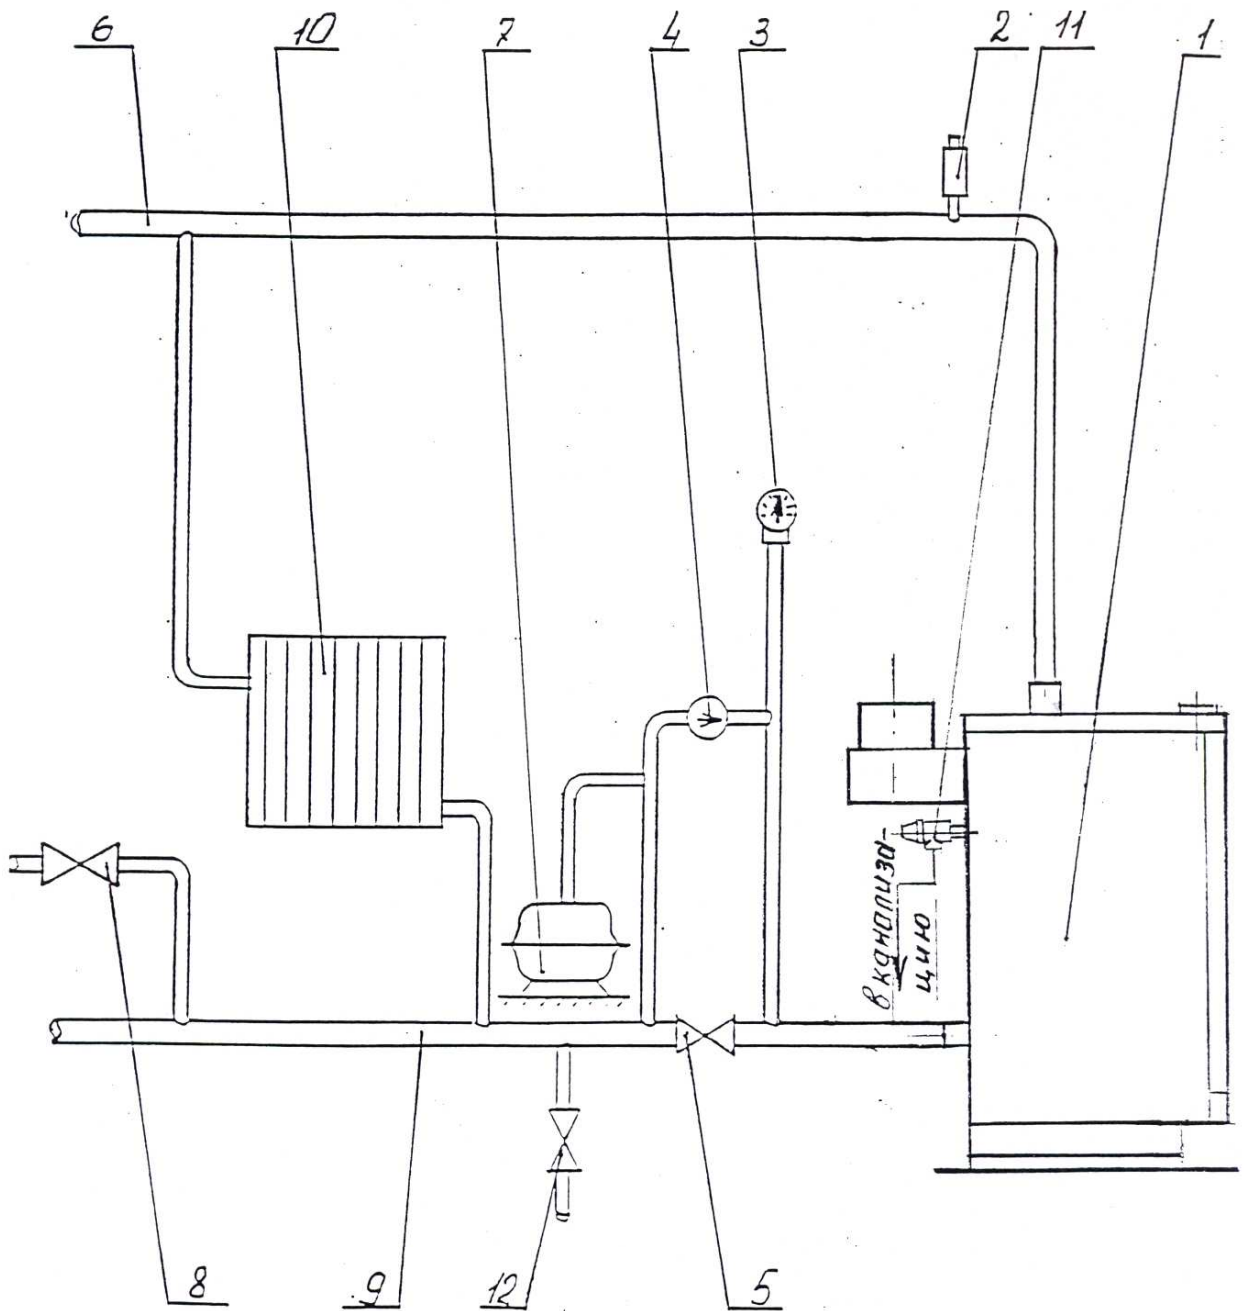

Рис. 4. Рекомендуемая схема разводки отопительной системы с принудительной циркуляцией воды.
5.3. Рекомендуемая схема системы отопления приведена на рис. 4.